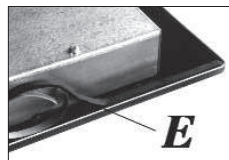

FIG. 14
- Retournez la table et positionnez correctement le c té adhésif du joint E (fig. 14) sous le bord du verre de manière à ce que le c té externe du joint coïncide parfaitement avec le bord périmétral externe du verre. Les extrémités des bandes doivent coïncider sans se chevaucher.